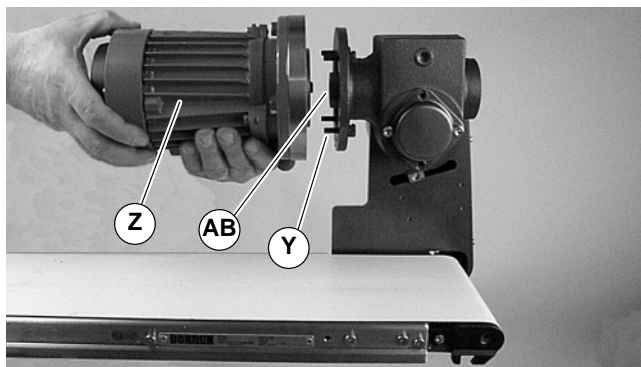

Abbildung 23
6. Mit der Paßfeder (AB siehe Abbildung 23) in der Nut, den Motor mit Adapterflansch (Z) und Untersetzungsgetriebe zusammenschieben. Die Schrauben einsetzen (Y) und festziehen.